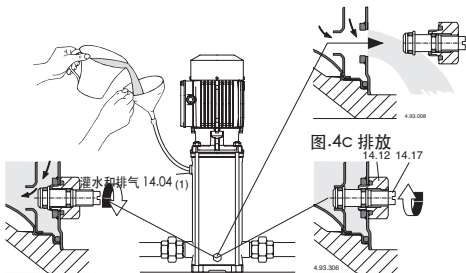

图.4a 灌水:
- 4.从接线盒上卸下电源电缆,取下螺丝(70.18)及螺母(70.19)并从联轴器(64.22)上拆下电机(图.4a).